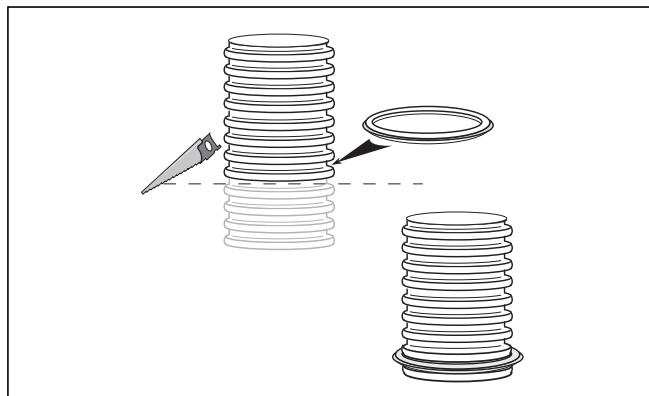

Bild 6.24 Kapa det flexibla rökgasröret och montera tätningen
Bestäm till att börja med en ungefärlig total längd. Säkerhetsmarginal för rak skorsten: minst 50 cm, för "sned" skorsten (med avsatser): minst 70cm per avsats. Kapa det flexibla rökgasröret (se bild 6.24) först när det ska fästas vid skorstensöppningen.
- Montera sedan tätningen i det nedersta oskadade spåret på rökgasröret (se bild 6.24).